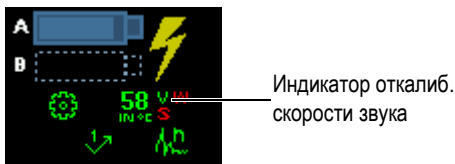

Рис. 5-5 Индикатор откалиброванной скорости звука (V)
Скорость звука откалибрована. В верхнем левом углу экрана индикатор калибровки скорости (V) становится зеленым (см. Рис. 5-5 на стр. 123).